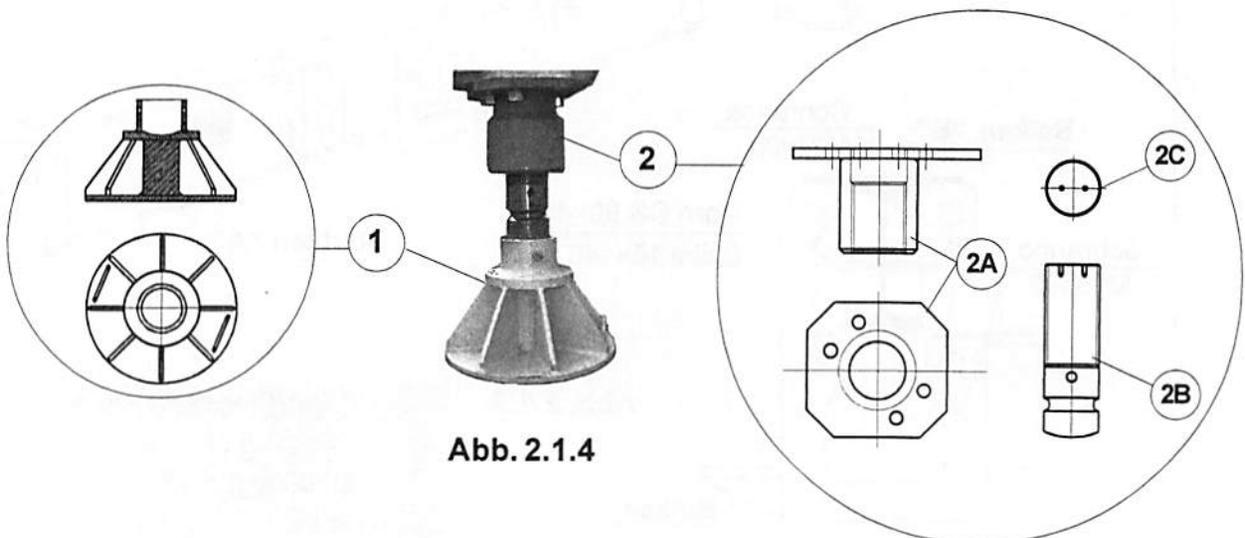

Abb. 2.1.4
Sie bestehen aus einer Auflageplatte (1) und einem Stabilisator (2) (Abb. 2.1.4).